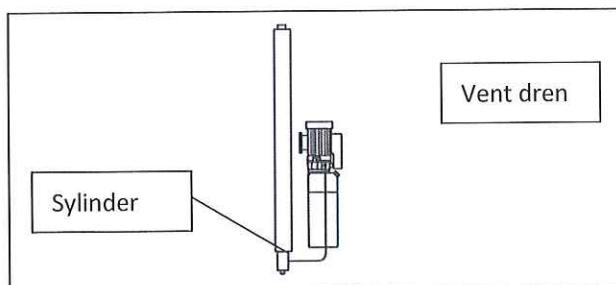

Fig 25
• 9.3.2.6.. Etter utskifting er det nødvendig å etterfylle olje , samt å ventilere luft ut av sylinderen. Heve løftestolen opp til 600mm høyde; åpne dreneringsventilen på toppen av søylen 2 omdreininger (Se Fig. 25). Skru igjen når det kommer olje ut. (ML4034W/ML6051W er selv-ventilerende og lufting er unødvendig)